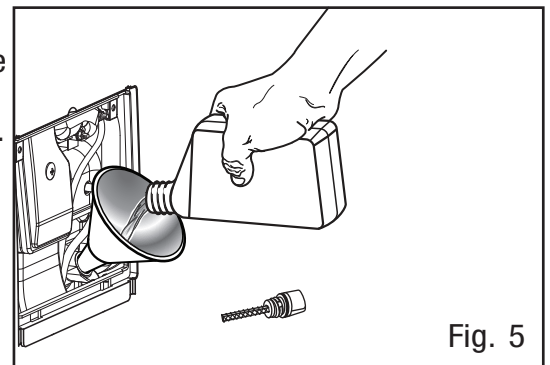

Fig. 5
3. Füllen Sie mit einem Öltrichter oder einem geeigneten Spender langsam Öl in die Öleinfüllung (Abb. 5) und achten Sie darauf, dass Sie das Gerät nicht überfüllen. Füllen Sie das Kurbelgehäuse bis zur oberen Fülllinie auf, so dass Sie visuell sehen können, dass das Öl zur Hälfte aus den Öleinfüllgewinden kommt (Abb. 6).